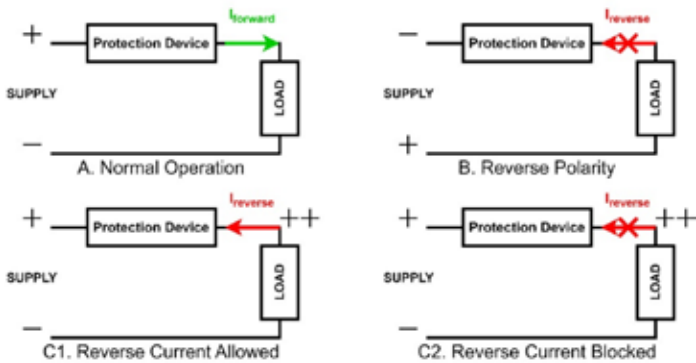
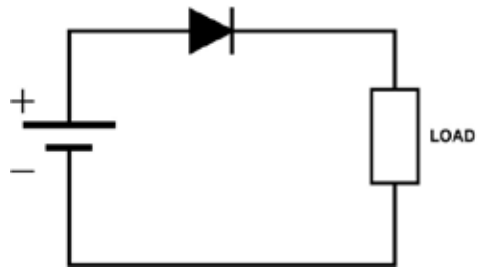
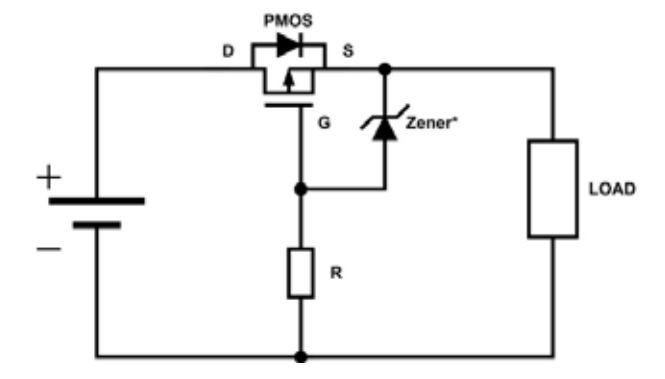

图 1：电压极性和电流流动
图 2：使用二极管实现输入反向电压保护
图 3: 采用高侧配置的 P 沟道 MOSFET，实现自偏置输入反向电压保护
RVP 器件的主要目的是在正常工作条件下允许电流流动（从正电源到负电源），而在电源极性反接时阻断电流流动（图 1）。此外，RVP 解决方案必须考虑负载电压可能超过供应电压的情况（例如由于电机的反电动势 (EMF) 导致这种情况），并确定是否允许或阻断反向电流流回电源。本文将探讨实现 RVP 的常用方法，重点讨论为了兼顾成本和性能而选择 MOSFET 时的细微优势差别。
如上所述，所有 RVP 保护器件都必须具有图 1 中电路 A 和 B 所示的特性。实现此特性的 RVP 有两种最常见的方法：一是使用简易阻断二极管，二是使用具有外部控制的 MOSFET。从工程角度看，这两种实现 RVP 的方法都各有明显的优缺点。
最简单的 RVP 解决方案是用一个阻断二极管与负载串联（图 2）。这种配置只允许电流在正向偏置模式下流动，有效阻断所有条件下的反向偏置电流，包括图 1 电路 C2 所示的情况。这种解决方案成本最低，尤其适用于小电流应用，所需的 PCB 尺寸也最小。
沟道 MOSFET，通常还搭配齐纳二极管，提供栅极保护（图 3）。正常工作时（图 1 电路 A），P 沟道 MOSFET 导通，允许正向电流流动，损耗由 RDS(ON) 决定。
极性反接时，MOSFET 保持关断，体二极管会阻断电流。如果负载电压超过供电电压，电路就允许反向电流流回电源（图 1 电路 C1）（这种情况是否可取，取决于具体应用）。这种方法的主要优点为：功率损耗低于二极管，电路设计更简单，并可根据不同的负载电流轻松调整尺寸。不过，这种方法的价格比简易二极管高。